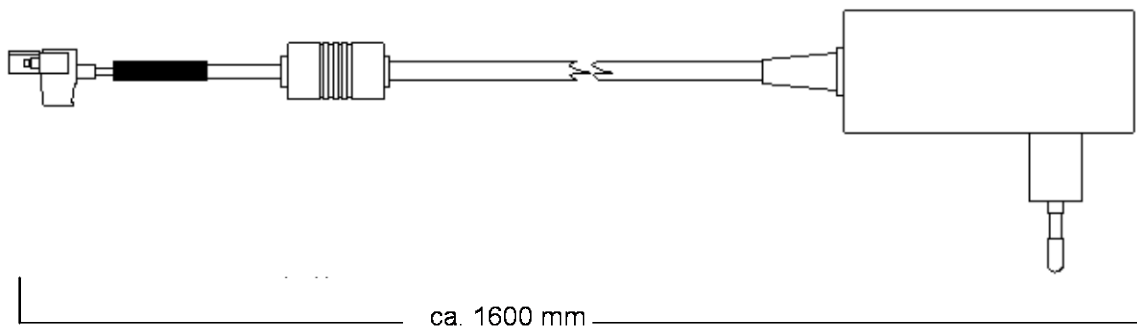

Bild 6: Steckernetzteil
- 1) X78: Stromversorgung 24 VDC 15 W (Steckernetzteil gehört zum Lieferumfang, siehe Bild 6)